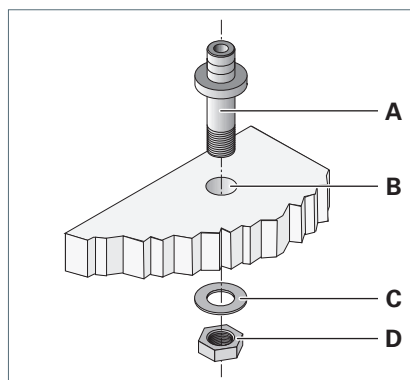

Fig. 3: Monter le tourillon de fixation.
- Faites passer le tourillon de fixation **A** depuis le haut par le trou **B** de la surface de montage, voir Fig. 3.